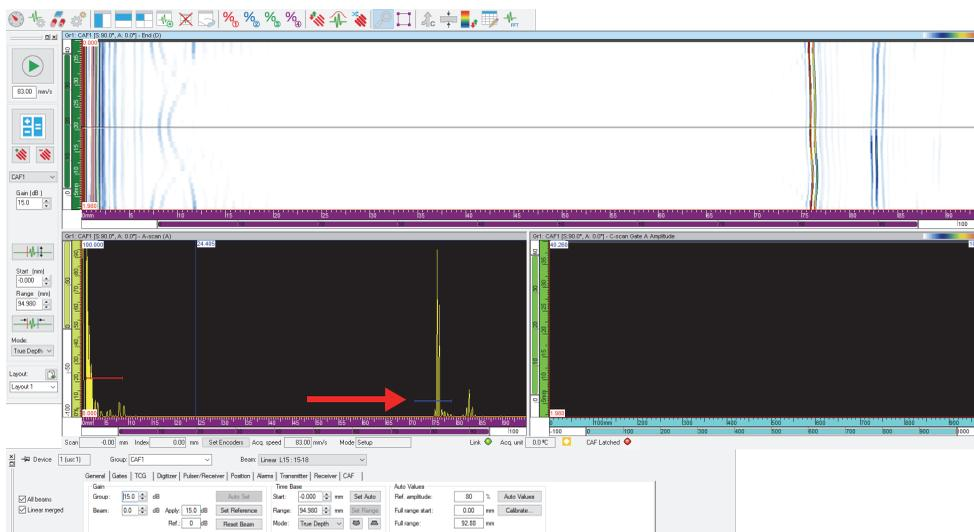
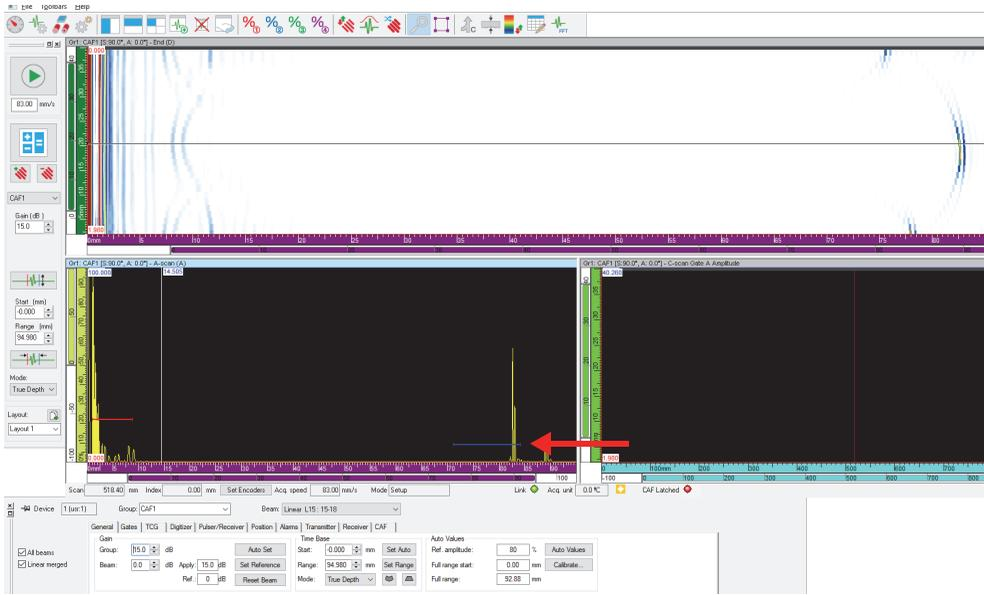

图 4-58 设置界面闸门的起始位置
图 4-59 设置界面闸门的终止位置
- 在样品上对准探头，以获得良好的同心度。当探头与曲面样件同心时，信号表现得就像第147页的图 4-58中那样平坦。
- 在那个位置上，设置界面闸门的起始（参见第147页的图 4-58）。
7. 如果工件的几何形状发生变化, 就到R2位置 (参见第147页的图 4-58)。设置界面闸门的终止位置 (参见第148页的图 4-59)。